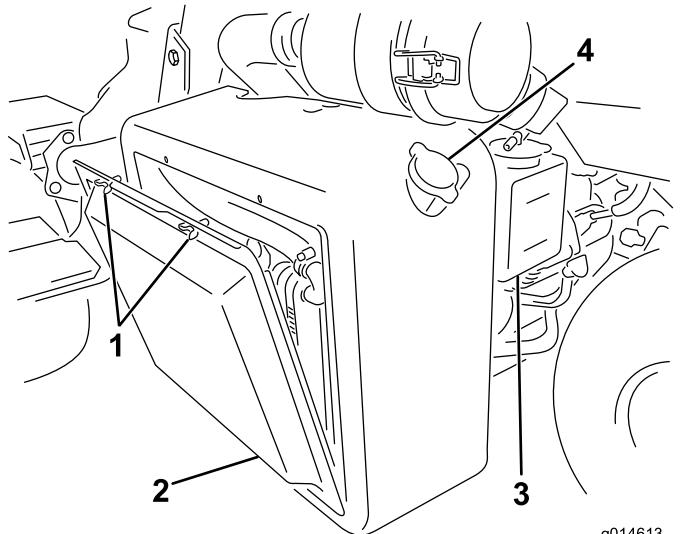

图37
1. 拆下散热器吸风滤网 **图37**。
2. 检查冷却液液位 图37 和 图38。